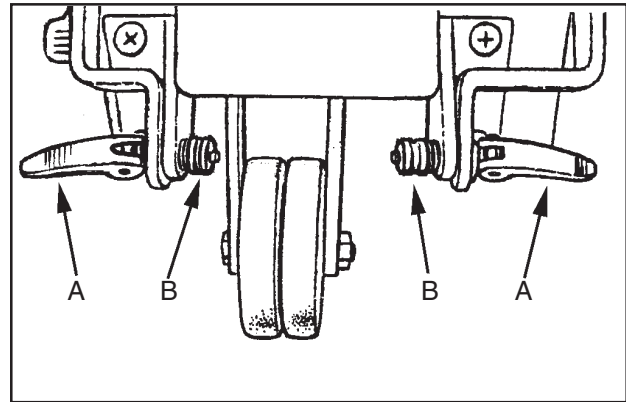

Figure 2
- Ouvrez les leviers (2A) de blocage rapide et dévissez les écrous de réglages (2B) pour permettre l'installation du charriot. (Voir figure 2)